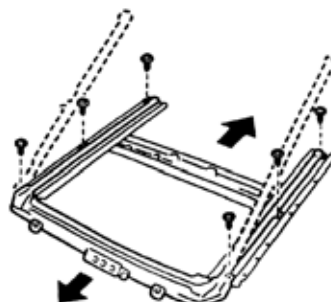

图 9-216
13) 拆下滑动天窗轨道总成。拆下 6 个螺钉安装轨道总成, 如图 9-216 所示。